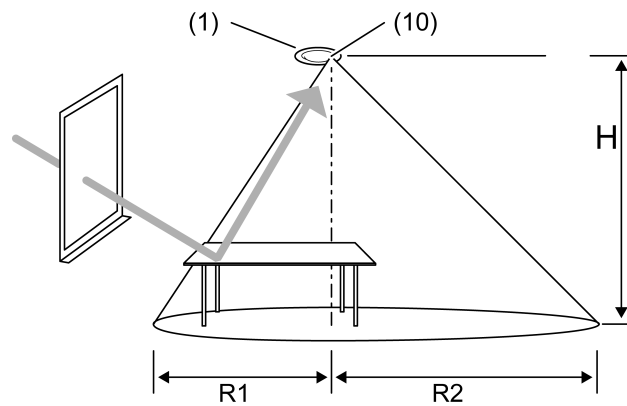

Bild 7
- Bei der Montage das Gerät so ausrichten, dass der Helligkeitssensor (10) nicht dem Fenster zugewandt ist (Bild 7).